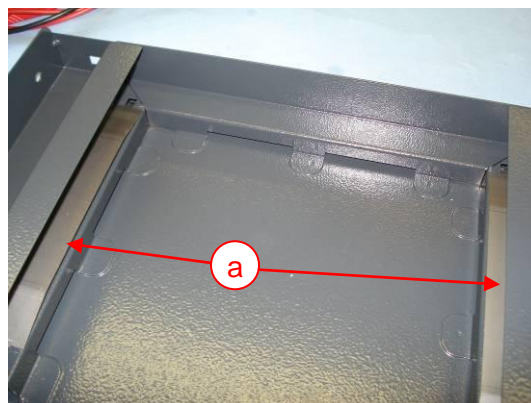

Abb. 9 – Blattfedern für Türstein
- Kontrollieren ob die Blattfedern (Abb. 9 a) noch richtig im Türgehäuse liegen.